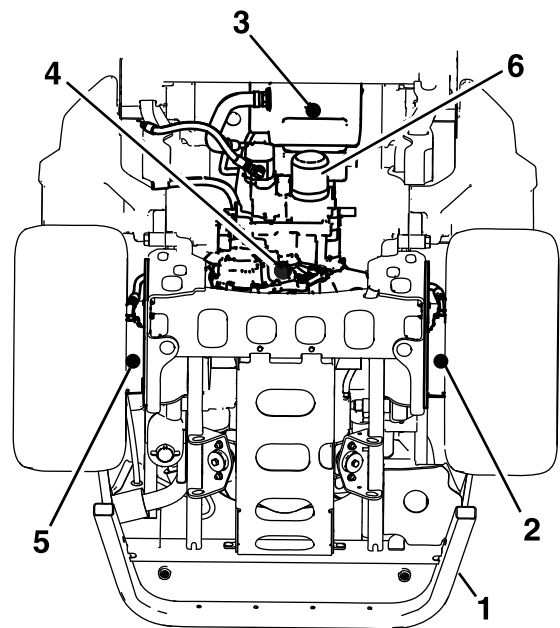

Figura 63
4. Coloque um tabuleiro de drenagem grande debaixo do reservatório hidráulico, caixa de transmissão e motores esquerdo e direito das rodas (Figura 63).
5. Retire os tampões de drenagem de cada área e deixe o fluido hidráulico drenar (Figura 63).
6. Limpe a zona em redor do filtro de fluido hidráulico e retire o filtro (Figura 63).